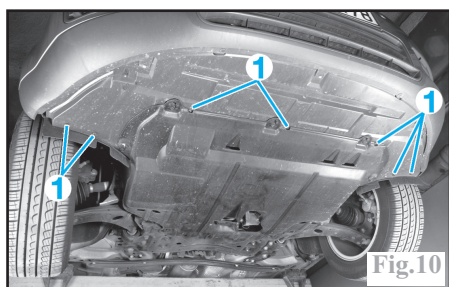

Fig.10
Déposer les fixations (1) et la tôle de protection de radiateur (Fig.10).